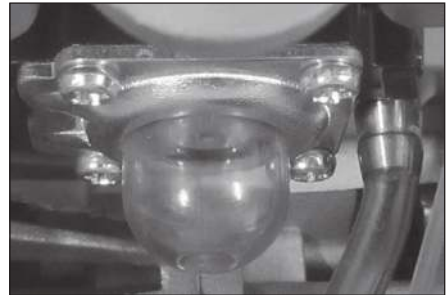

Рис. 8 Ручной топливный насос
1. Прокатайте топливо через карбюратор. Для этого нажимайте (примерно 5-10 раз) на ручной топливный насос до появления в насосе топлива и возникновения сопротивления при нажатии. Насос находится в нижней части карбюратора со стороны топливного бака за корпусом воздушного фильтра (Рис. 8).